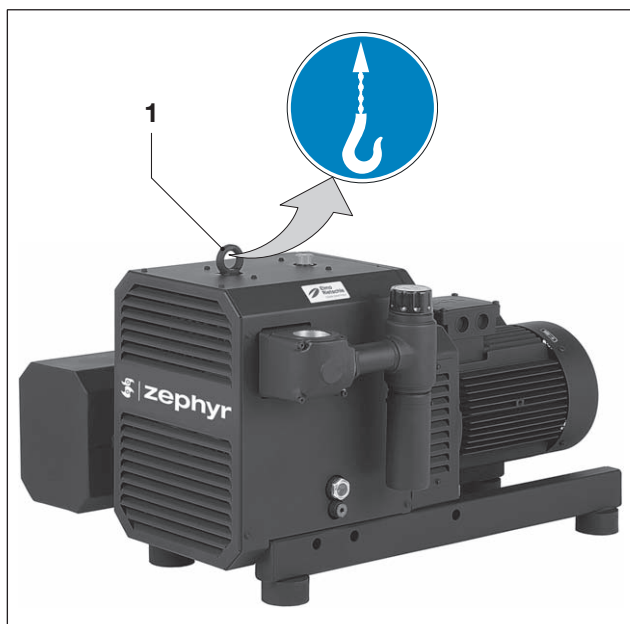

Fig. 1 Sollevamento e trasporto
- a) Serrare la vite ad anello (Fig. 1/1).